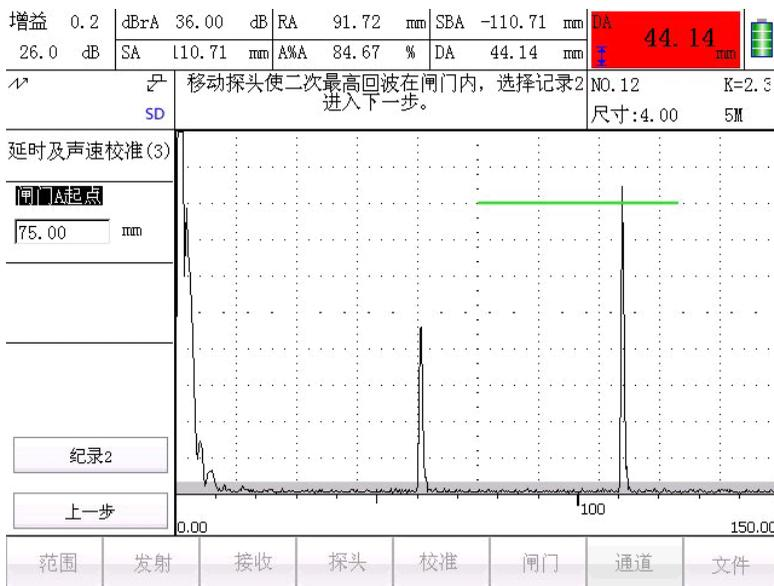

图 4.5 探头延时及声速校准 (3)
- 5) 若一次回波不在 A 闸门内,按【▲】、【▼】键手动微调节闸门 A 起始点位置,使一次回波穿过闸门。保持探头不动,点击 **记录 1**按钮,进入**探头延时及声速校准(3)**界面,如图 4.5 所示,